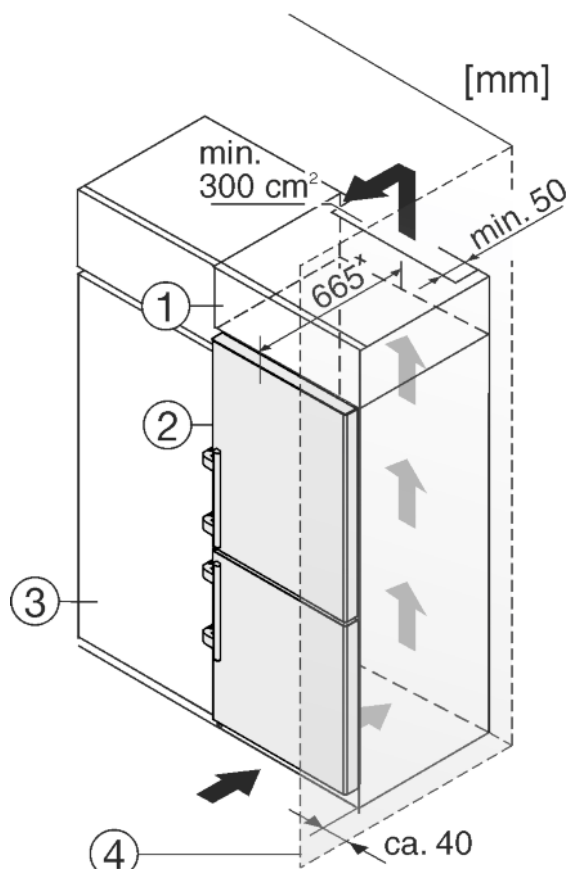

Fig. 26
- (1) Колонна на столешницу
- (2) Устройство
- (3) Кухонный шкаф
- (4) Стена
Устройство может быть окружено предметами кухонной обстановки. Чтобы уравнять устройство *Fig. 26 (2)* по высоте с кухонной стенкой, можно установить над устройством соответствующий дополнительный шкафчик *Fig. 26 (1)*.
В комбинации с кухонными шкафами устройство можно устанавливать непосредственно рядом с кухонным шкафом *Fig. 26 (3)*. Чтобы можно было полностью открыть двери, устройство должно выступать, как минимум, на 65 мм* относительно передней стенки кухонного шкафа. В зависимости от глубины кухонных шкафов и использования пристенных распорок устройство может выступать и больше.
Если устройство установлено на шарнирах у стены *Fig. 26 (4)*, то расстояние между устройством и стеной должно быть не менее 40 мм. Настолько выступает ручка при открытой двери.